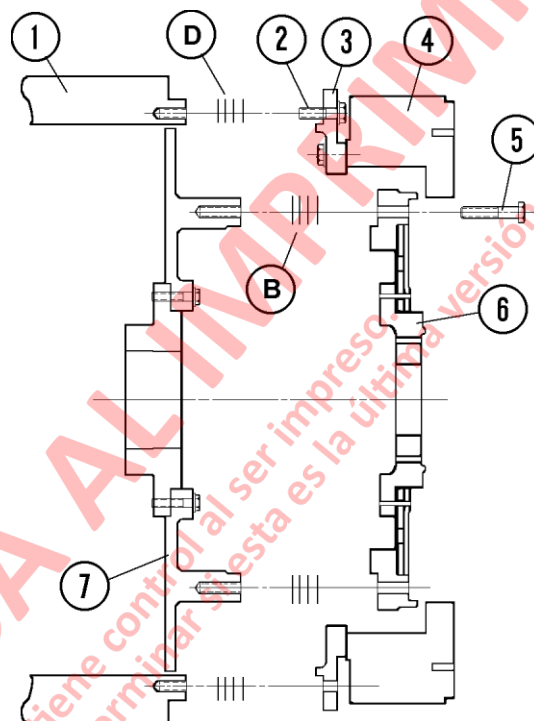

FIGURA 4-6. MONTAJE DEL ALTERNADOR AL MOTOR
2. Cuidadosamente mover el alternador en su lugar y enganche el anillo de la unidad de motor (6, figura 4-6) en la unidad de rotor del alternador (7) utilizando laines "B", si es necesario. Consulte paso 5a. en "Procedimiento de medición".
3. Instale los pernos del adaptador del volante (2) dentro de la caja del alternador (1). **Apriete a 237 N-m (175 ft lb).**
4. Instale los tornillos (5) a través del anillo de la unidad de motor (6) en adaptador del rotor del alternador (7). Gire el cigüeñal para acceder y alinee los agujeros. Apriete los tornillos (5) a 237 N-m (175 ft lb).